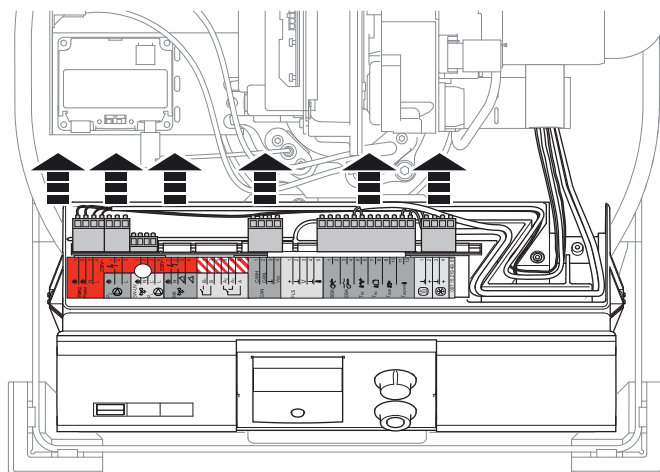

Figura 6-4 Staccare gli spinotti codificati
5. Staccare tutti gli spinotti dalla scheda elettronica del quadro di comando (figura 6-4).